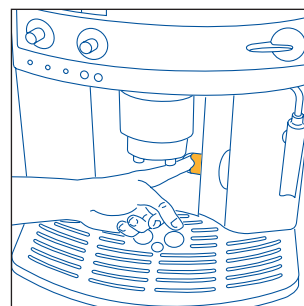
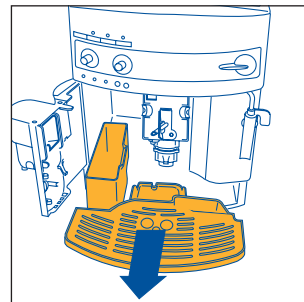

Рис. 15
Рис. 16
ПРИМЕЧАНИЕ 7: кофеварка подсчитывает количество чашек воды, которые были приготовлены. Каждые 14 маленьких чашек (или 7 больших) ☹ загорается индикатор (гл. 12, пункт 3), предупреждая, что кассета для кофейной гущи заполнена и ее необходимо вытряхнуть и прочистить. До очистки кассеты для гущи лампа остается горячей, а кофеварка больше не готовит кофе. Для того, чтобы произвести очистку, откройте дверцу для обслуживания, расположенную в передней части, потянув за специальную ручку, рис. 15; загорится мигающий индикатор ☹, см. пар.12, п. 9, затем извлеките ванночку для сбора воды, рис. 16, слейте и очистите ее.
- откройте дверцу для обслуживания, рис. 15;
- извлеките ванночку для сбора воды и кассету для гуцци, рис. 16 и промойте их;